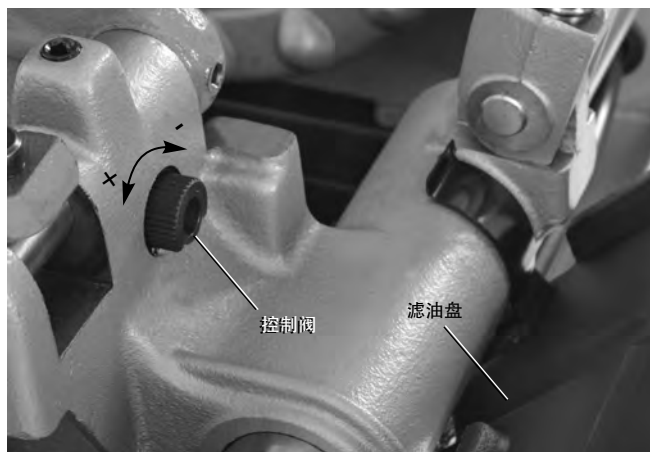

图5 - 调节油的流量
10. 检查RIDGID切削油的液位。拆下切屑盘和油盘衬里；检查滤油器网筛是否完全浸没在油中。参见“油路系统维护”。如果机器配有滤油盘，确认其正确位于切削油离开牙模头进入切屑盘的出口处（参见图5）。
- 将牙模头放置到使用位置。把开关移动至FWD位置。检查流过牙模头的油量。把开关移动至OFF位置。油的流量可通过滑架上的控制阀调节（图5）。顺时针旋转减小流量，逆时针旋转增加流量。切勿在机器运行时调节。